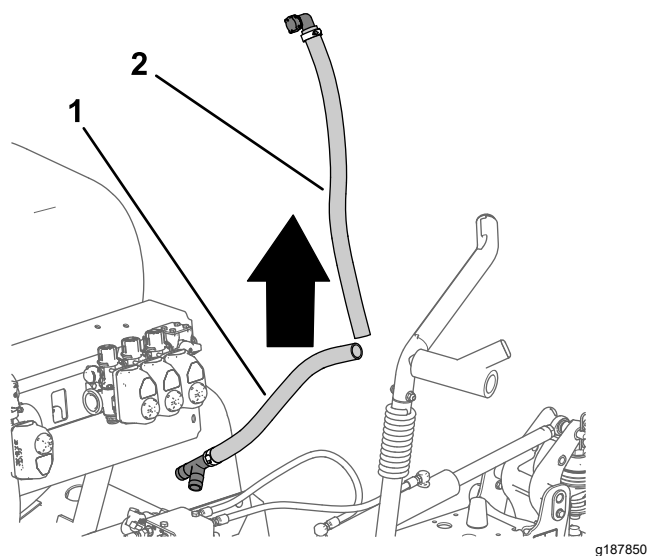

Рисунок 45
7. Снимите верхний и нижний перепускные шланги с машины (**Рисунок 45**).